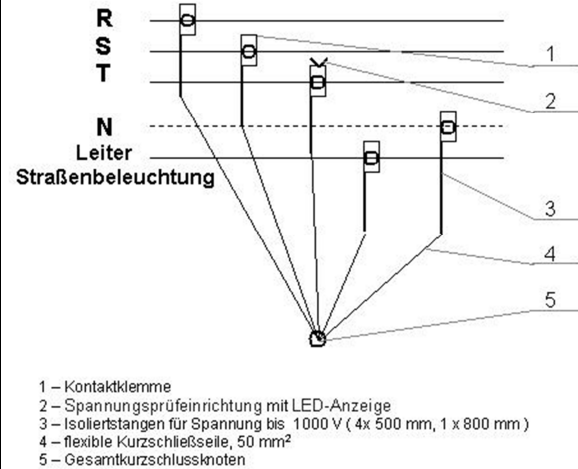

Abb. 3. Bauform der tragbaren Erdung für Freileitungen bis 1000 V.
– **Die Kurzschließeile** besteht aus 5 Leiteranschlussklemmen (1 – sieh. Abb. 3), aus 5 Isolierstangen (3) für Spannung bis 1000V, die daran starr angeschlossenen sind, und aus fünf damit verbundenen flexiblen Seilen (4) mit Querschnitt von 35 mm² (Cu) und Länge von 600 mm, die an einem gemeinsamen Punkt kurzgeschlossen sind (5). Die Isolierstangen müssen signalgelbe Farbe haben und die folgenden Längen aufweisen: 4 Stangen müssen 500mm lang sein und eine Isolierstange muss eine Länge von 800 mm aufweisen. Die Isolierstangen sollen aus Polyesterrohren sein, armiert mit Glasfasern, mit Durchmesser 20 mm, mit innerer elektrischer Leitung mit Querschnitt 35 mm² (Cu), als Verbindungselement zwischen den Kontaktklemmen und den flexiblen Seilen für Kurzschließen. Die Isolierstangen müssen mit isolierten Handgriffen, mit Schutzring und Rippung gegen Verrutschen sowie mit Schutzvorrichtung gegen Biegung an den Verbindungsstellen mit den flexiblen Seilen ausgerüstet sein. Jede Erdung ist mit einer zuverlässigen
– **Die Kurzschließvorrichtung** besteht aus 2 Leiteranschlussklemmen (1 – s. Abb. 3) mit 2 fest daran angeschlossenen Isolierstangen (2) für Spannung bis 1000 V und damit verbundenem flexiblem Seil (3) mit Querschnitt von $35 \text{ mm}^2(\text{Cu})$ und Länge von 1200 мм. Die Isolierstangen müssen signalgelbe Farbe haben und die folgenden Längen aufweisen: 2 Stangen je 500 мм lang. Die Isolierstangen sollen aus Polyesterrohren sein, armiert mit Glasfasern, mit Durch-